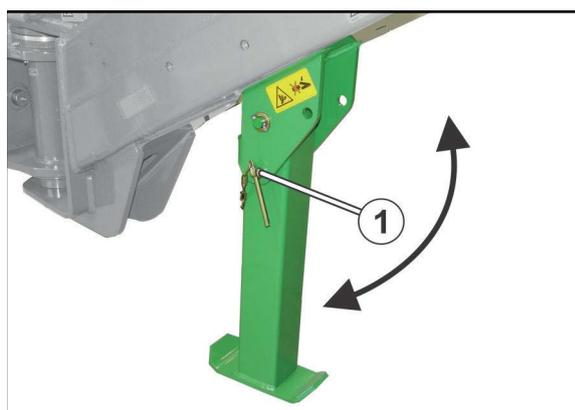

Fig. 55
2. Bolzen (Fig. 55/1) herausziehen.